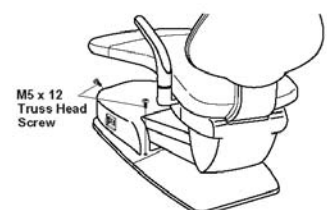

Fig.3-11 Fixing Pump Cover
(14) Fixez le carter de la pompe à la base (Fig 3-11)